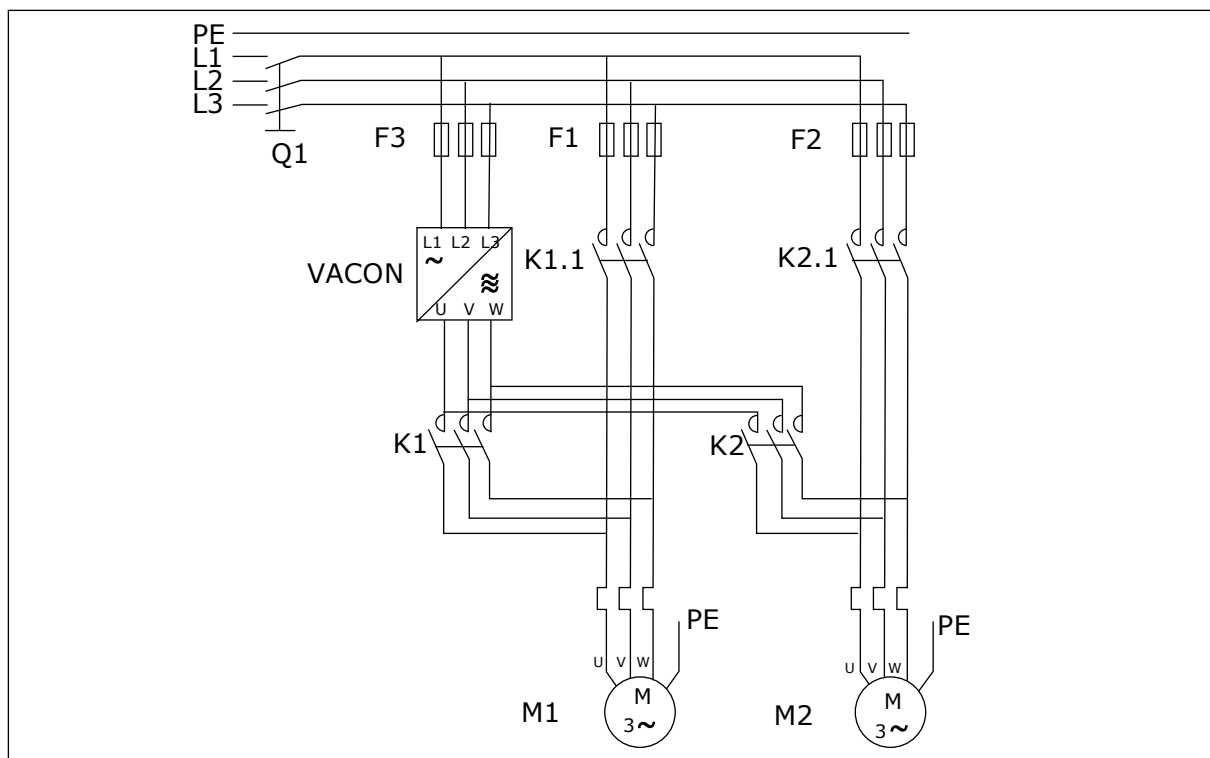
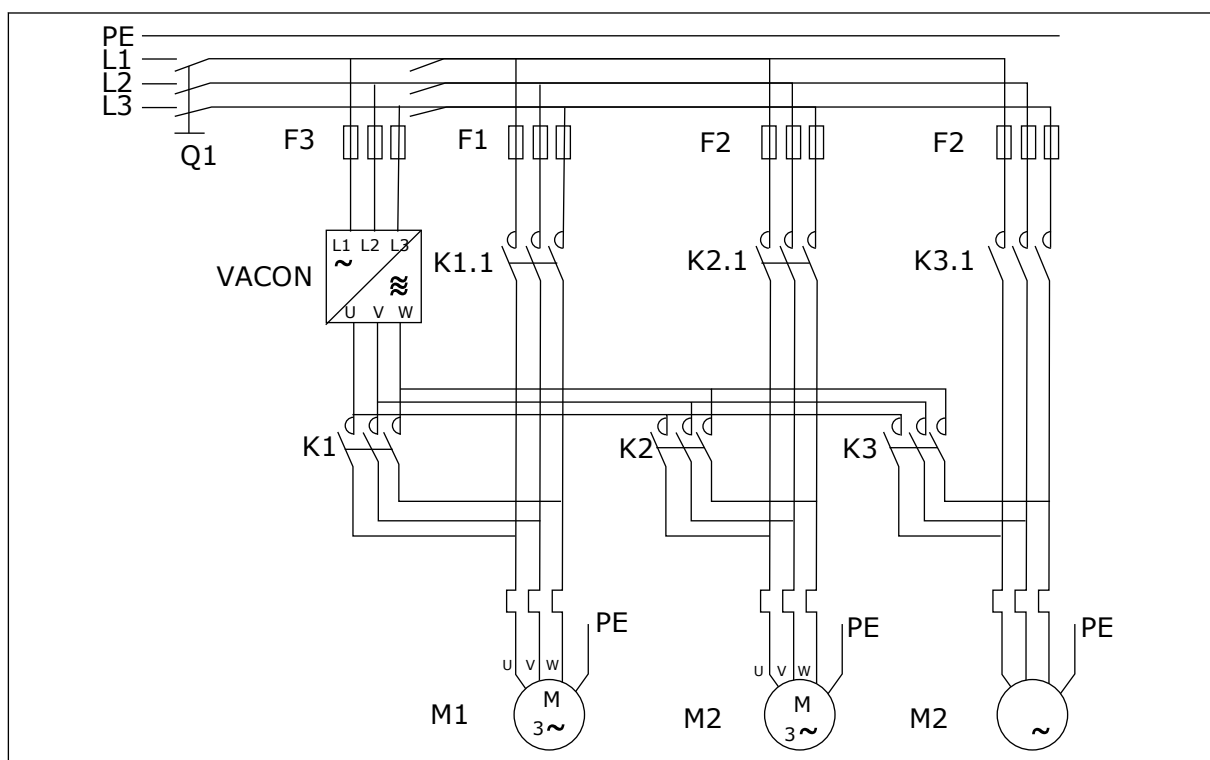

Bild 98: Exempel på 2-pumps autoväxling, huvudkretsschema
Bild 99: Exempel på 3-pumps autoväxling, huvudkretsschema
- Externa kontaktorer styrda via frekvensomriktarens reläutgångar ansluter enheterna till frekvensomriktaren eller till nätet. Om motorn som styrs av frekvensomriktaren ingår i autoväxlingssekvensen styrs den alltid av den först aktiverade reläutgången. De övriga reläerna som aktiveras senare styr hjälpenheterna (se *Bild 98 Exempel på 2-pumps autoväxling, huvudkretsschema* och *Bild 99 Exempel på 3-pumps autoväxling, huvudkretsschema*).
Den automatiska växlingen av start- och stoppordning aktiveras och appliceras på antingen enbart hjälpenheterna eller på hjälpenheterna och enheten som styrs av frekvensomriktaren, beroende på inställningen av parametern 2.9.25, Automatikval. Autoväxlingen är aktiverad som standard för 2 enheter. Se *Bild 19 Exempel på pump- och fläktstyrningsapplikationens I/O-standardkonfiguration och anslutning (med 2-trådig sändare)* och *Bild 98 Exempel på 2-pumps autoväxling, huvudkretsschema*.